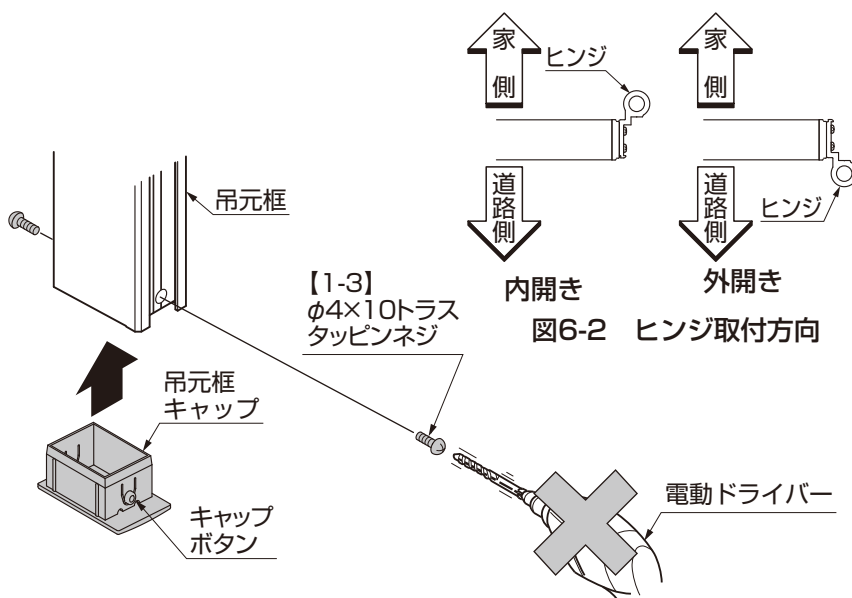

図6-2 ヒンジ取付方向
- ヒンジの向きは内開きと外開きで異なります。(図6-2参照)